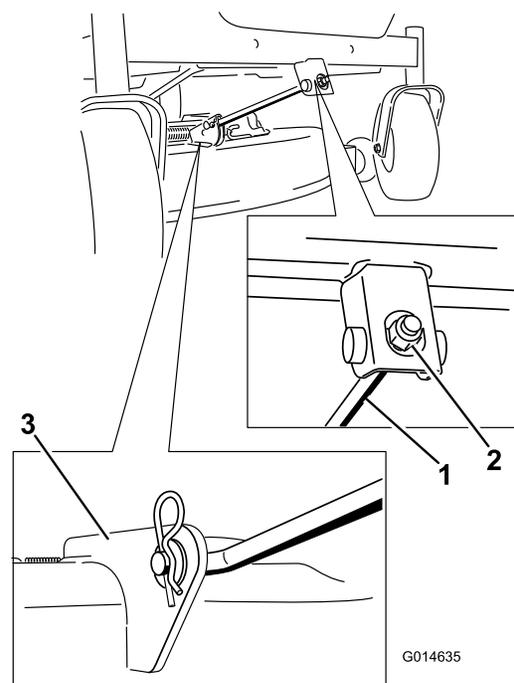

Figure 62
- 5. Retirez la goupille fendue de la tige de support avant et déposez la tige du support de plateau (Figure 62).
6. Fixez la tige de support avant au plateau de coupe à l'aide de l'axe de chape et de la goupille fendue (Figure 62).